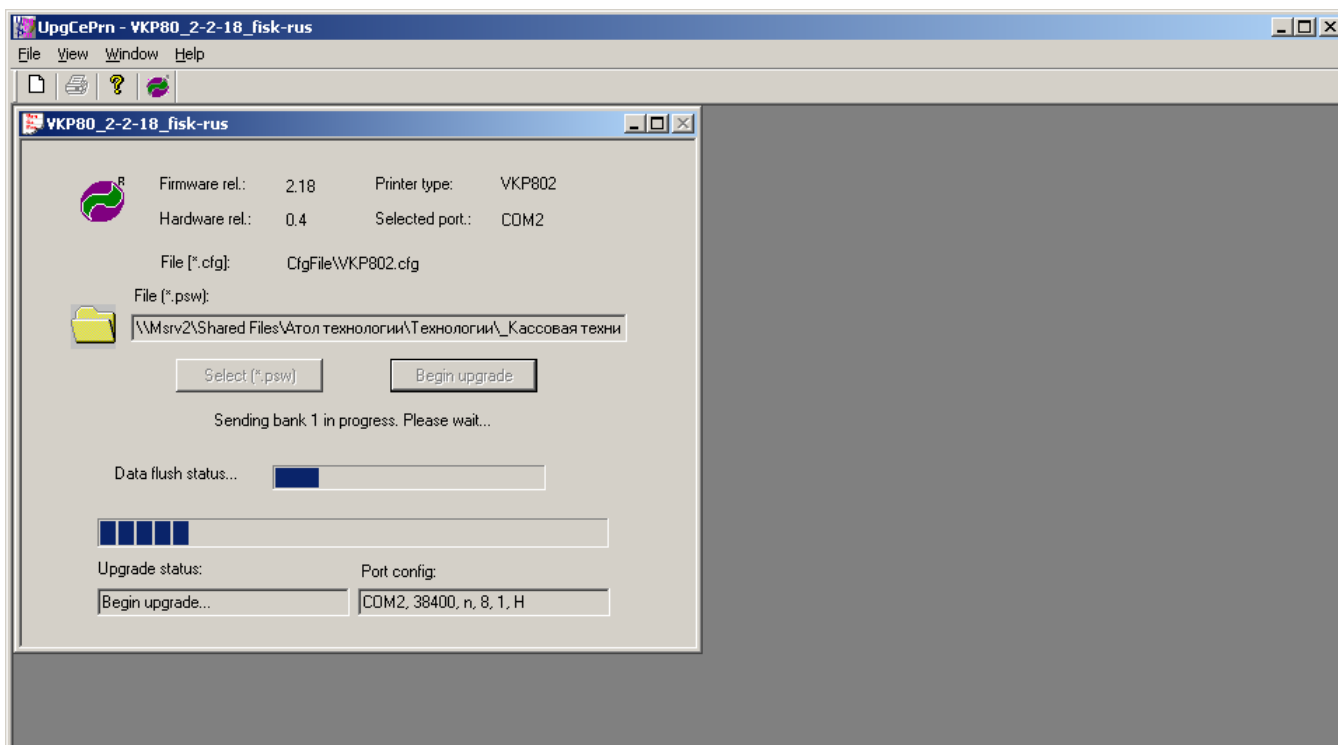

Рисунок 10 – Программирование принтера.
2.13. Далее должно начаться программирование (см. рис. 10).